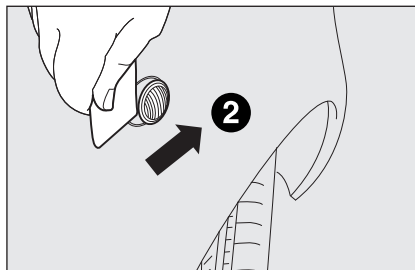

fig. 16b
- ☐ Indvirk herefter i modsat retning fra bagsiden (**2-fig. 16b**) og træk enheden **B** ud.